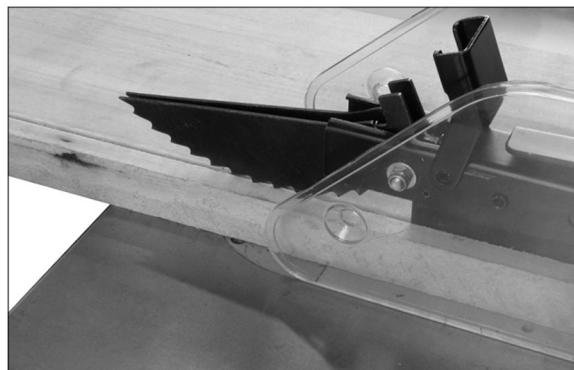

Figure 9-1
- ❑ Au fur et à mesure que la machine est utilisée, il faudrait vérifier régulièrement le fonctionnement des linguets antirecul (Figure 9-1). Si les linguets n'arrêtent pas le mouvement de recul d'une pièce, aiguisiez à nouveau tous les points.